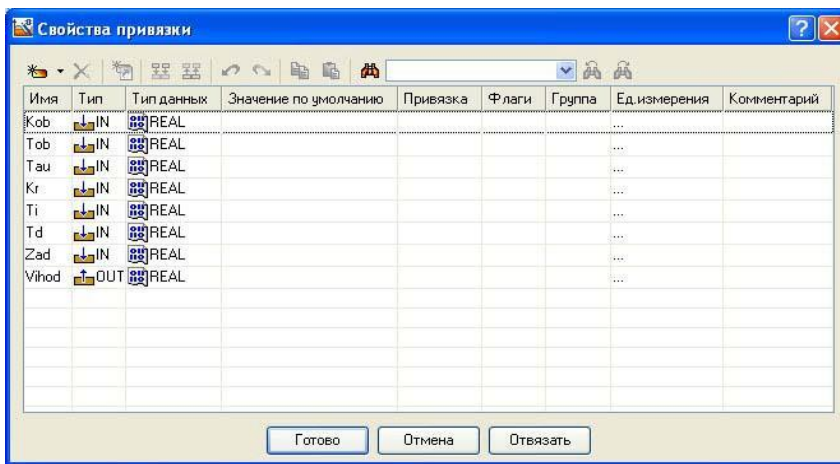

Рисунок 96 – Создание аргументов экрана
ЛК в поле **Результат** вызвать табличный редактор аргументов. В открывшемся окне **Свойство привязки**, нажав кнопку  на его панели инструментов, создать восемь аргументов экрана 7 входных и один выходной. Входной (IN) или Выходной (OUT) будет аргумент, выбирается из выпадающего меню, появляющегося при двойном щелчке ЛК по типу аргумента (рисунок 96). Двойным щелчком ЛК выделить имя аргумента и изменить его, введя с клавиатуры «Kob» (завершить ввод нажатием клавиши Enter). Подтвердить связь с этим аргументом нажатием кнопки **Готово** Аналогичным образом настроить все остальные аргументы.